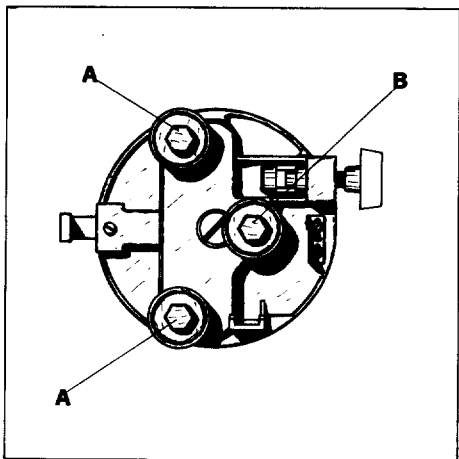
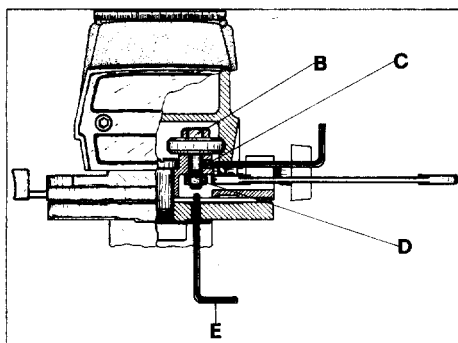

Fig. 15
Fig. 16
ADJUSTING ROLLERHEAD BEARINGS TO ARM TRACKS (Fig. 15 - Fig. 16)
REGOLAZIONE DEI CUSCINETTI DEL CARRELLO NELLE GUIDE DEL BRACCIO (Fig. 15 - Fig. 16)
REGLAGE DES ROULEMENTS DU CHARIOT DANS LES CHEMINS DE ROULEMENT (Fig. 15 - Fig. 16)
EINSTELLEN DER KUGELLAGER DES ROLLSCHLITTENS ZU DEN LAUFLÄCHEN IM AUSLEGER (Fig. 15 - Fig. 16)
REGLING VAN DE KOGELLAGERS VAN DE ROLWAGEN T.A.V. DE ARMROLBANEN (Fig. 15 - Fig. 16)
The rollerhead is suspended by three special tolerance, grease-packed, double shielded ball bearings. These bearings are mounted on two straight bearing shafts (A) and one eccentric bearing shaft (B). In proper adjustment the top and bottom radii of all three bearings should be in contact with the arm tracks over their entire length and rollerhead should move freely. (Fig. 15).
Il carrello è sostenuto da tre cuscinetti a sfere a doppio schermo. Due cuscinetti sono montati con perno concentrico (A), uno con perno eccentrico (B) per permettere la regolazione. Con una regolazione perfetta i cuscinetti debbono aderire perfettamente nella guida per tutta la lunghezza del braccio. (Fig. 15).
Le chariot est suspendu par trois roulements à billes à double déflecteur. Ces roulements sont montés sur deux axes rectilignes et sur un axe excentrique. Avec un réglage correct, les rayons du haut et du bas des trois roulements doivent être en contact avec les chemins de roulement du bras sur leur entière longueur et la tête du chariot doit se manoeuvrer librement. (Fig. 15).
Der Rollschlitten wird mittels drei Spezialkugellager im Ausleger geführt. Zwei dieser Lager sind auf zentrische Bolzen (A), das dritte auf einen exzentrischen Bolzen (B) montiert. Die genaue Einstellung soll so sein, dass die Radien von Kugellagern und Laufflächen im Ausleger sowohl an der oberen, als auch an der unteren Seite in Kontakt stehen, ohne dass hierdurch die freie Beweglichkeit des Rollschlittens beeinträchtigt wird (Fig. 15).
De rolwagen hangt aan drie kogellagers, die elk voorzien zijn van een dubbele stofafdichting. Deze kogellagers zijn gemonteerd op twee vaste assen (A) en op één excentrische as (B). Bij een korrekte regeling zullen deze lagers over de gehele lengte met de rolbanen in de arm in contact zijn, waarbij de motorslede zonder weerstand moet kunnen verplaatst worden. (Fig. 15).
1. Loosen the screw holding the pointer and tilt it till you have access to the set screw (C) (Fig. 16) on the right side of the rollerhead. 2. Loosen the set screw (C) as it locks the eccentric bearing shaft (B) in place. 3. Loosen hex jam nut (D). 4. Insert socket wrench (E) in recess at bottom of shaft and turn until the ball bearing touches the arm track on both top and bottom radii. CAUTION: Do not tighten too much. Bearings should only sufficiently touch, so that they roll and do not slide. Be sure tracks are clean. 5. While holding the eccentric shaft (B) in adjusted position, with the socket wrench, tighten jam nut (D) and relock set screw (C). All three bearings should now ride smoothly the entire length of the arm tracks as these are milled perfectly parallel.
1. Allentare le viti che bloccano l'indice del carrello ed inclinare lo stesso per avere libero accesso al grano (C) (Fig. 16) che blocca il perno eccentrico del cuscinetto. 2. Allentare il grano (C) che mantiene fissa la posizione del perno eccentrico (B), per mezzo della chiave a barra. 3. Allentare il dado del perno eccentrico (D). 4. Introdurre la chiave esagonale (E) nell'estremità inferiore del perno eccentrico del cuscinetto e ruotare in modo che la ralla esterna del cuscinetto tocchi correttamente sulla guida. Attenzione: non serrare troppo. I cuscinetti devono essere serrati quanto basta perché ruotino agevolmente e senza slittare. Assicurarsi che le guide dei cuscinetti siano pulite. 5. Mantenendo il perno eccentrico (B) in posizione regolata per mezzo della chiave esagonale, stringere di nuovo il dado e bloccare il perno eccentrico con il grano; a questo punto i cuscinetti devono ruotare con precisione su tutta la lunghezza delle guide in quanto queste sono state fresate con il massimo parallelismo.
1. Desserrer la vis qui bloque l'onglet de référence et incliner ce dernier pour avoir accès à la vis d'arrêt creuse (C) (Fig. 16) se trouvant sur le côté droit de la tête du chariot. 2. Desserrer la vis d'arrêt creuse (C) qui bloque et maintient en place l'axe excentrique (B). 3. Desserrer l'écrou six pans (D). 4. Introduire la clef Allen (E) dans l'évidement au fond de l'axe et tourner l'axe à roulement jusqu'à ce que le roulement à billes touche le chemin du bras sur le rayon du haut et du bas. Attention: Ne pas trop serrer. Les roulements doivent être serrés assez pour rouler sans glisser. S'assurer que les chemins de roulement soient propres. 5. En maintenant l'axe excentrique (B) en position réglée au moyen de la clef Allen, resserrer l'écrou six pans (D) puis rebloquer l'axe en serrant la vis d'arrêt creuse (C). Les trois roulements doivent maintenant rouler avec aisance sur toute la longueur des chemins de roulement, étant donné que ceux-ci sont fraisés bien parallèles.
1. Halteschraube des Zeigers für Längsschnittskala lösen und diesen zur Seite wegdrehen bis die dahinter liegende Klemmschraube (C) (Fig. 16) frei ist. 2. Klemmschraube (C) lösen. 3. Sechskantmutter (D) lösen. 4. Innensechskantschlüssel (E) von unten im Bolzen (B) einführen und diesen soweit drehen bis die obenbeschriebene Einstellung erreicht ist. Vorsicht: Kugellager nicht zu stramm einstellen, um eine Reibung zu vermeiden. Laufflächen unbedingt sauber halten. 5. Während man nach der Einstellung den Exzenterbolzen noch mit dem Sechskantschlüssel (E) festhält, zieht man die Sechskantmutter (D) wieder an, um diesen Bolzen zu sichern. Ebenfalls Klemmschraube (C) anziehen. Die drei Kugellager sollen sich jetzt reibungslos auf der ganzen Länge der Laufflächen des Auslegers bewegen lassen.
1. Schroef de schulpbreedtewijzer los en draai deze naar beneden om de schroefstift (C) (Fig. 16) te kunnen bereiken, die zich aan de rechterzijde van de motorslede bevindt. 2. Draai schroefstift (C) los, die dient om excentrise as (B) te blokkeren. 3. Schroef moer (D) los. 4. Steek zeskkantsleutel (E) in de passende opening aan de onderzijde van de excentrise as en draai deze as tot het kogellager het rolbaan profiel zowel boven als beneden beroert. OPGELET: Niet te strak instellen. De kogellagers dienen zodanig ingesteld te zijn, dat deze draaien en niet glijden bij beweging van de motorslede. De rolbanen dienen steeds goed gereinigd te zijn. 5. Terwijl de juist ingestelde excentrise as (B) met de zeskkantsleutel op zijn plaats wordt gehouden, wordt de moer (D) opnieuw aangedraaid, daarna dient de excentrise as te worden geblokkeerd met de schroefstift (C). De drie kogellagers zullen zich thans op gemakkelijke wijze, zonder speling, over de gehele lengte der rolbanen bewegen, daar deze rolbanen met grote nauwkeurigheid parallel werden uitgefreesd.